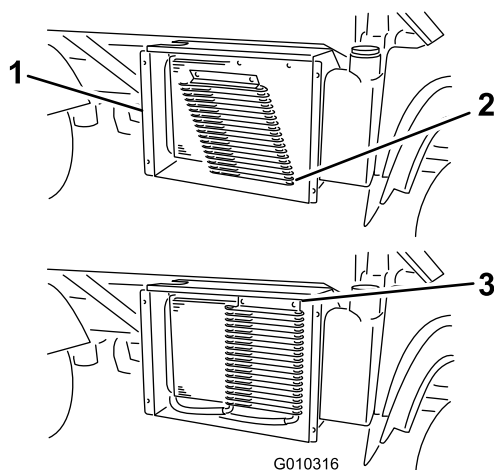

Figura 61
3. Caso esteja equipado, rode as patilhas e incline o refrigerador de óleo afastando-o do radiador (Figura 61).